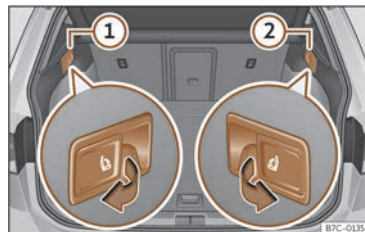

Fig. 77 Al maleter: palanques per a desbloqueig del respatllet del darrere.
- Estireu la palanca de desbloqueig a distància de la part esquerra >>> **fig. 77** ① o dreta ② del respatller en el sentit de la fletxa. La part desbloquejada del respatller del darrere s'abat automàticament cap endavant.